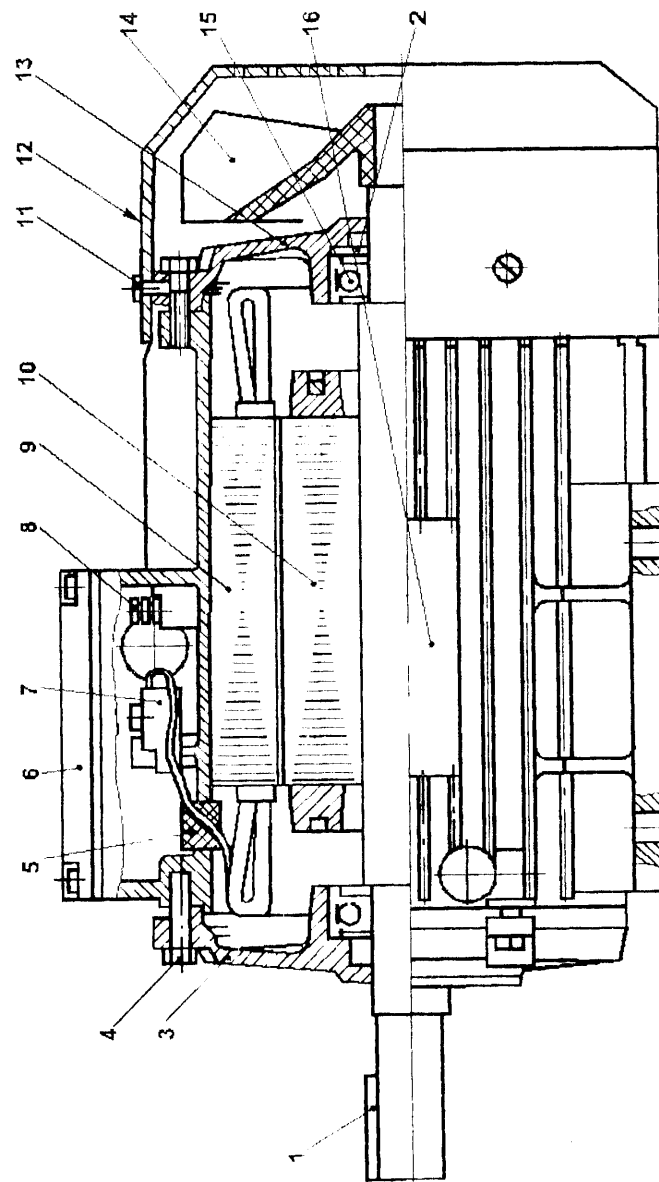

Рис.2 Асинхронный двигатель
3.1. Разборку двигателя производить в следующем порядке (рис.2):
Примечание - В связи с постоянным совершенствованием, а также с разработкой новых модификаций, конструкция двигателя может иметь незначительные отличия от изображения на рис. 2.